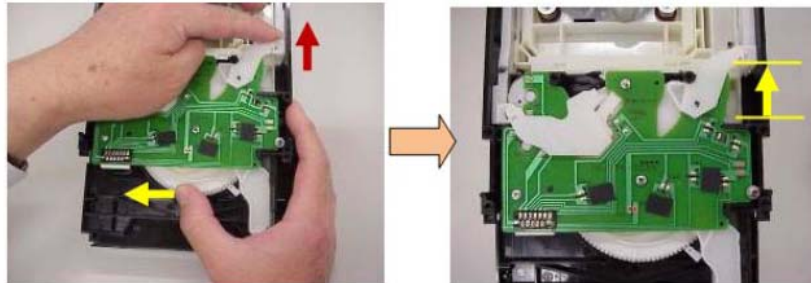

Fig. 1.28
7.2 Mueva el brazo (D) y el deslizador
Gire el engrane principal en sentido a las manecillas del reloj. Coloque el dedo en el deslizador y muévalo junto con el brazo (D), cuando éste comience a moverse hacia delante. Cuando el engrane principal llegue hasta el final del giro, el brazo (D) y el deslizador se moverán en la posición que se muestra. (Fig. 1.28)